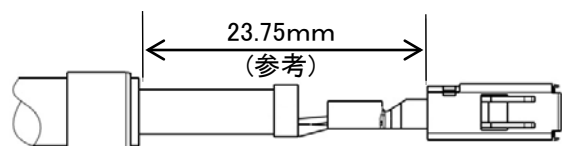

Fig.15
- 5.7. 取付適用規格 114-18148-3 で詳しく記述されている工具・方法・寸法・検査を用いて MCP2.8 ターミナルを装着する。ターミナルボックスの後端はシースの剥離先端からおよそ 23.75mm(参考)に位置するようにします。(Fig.15 参照)